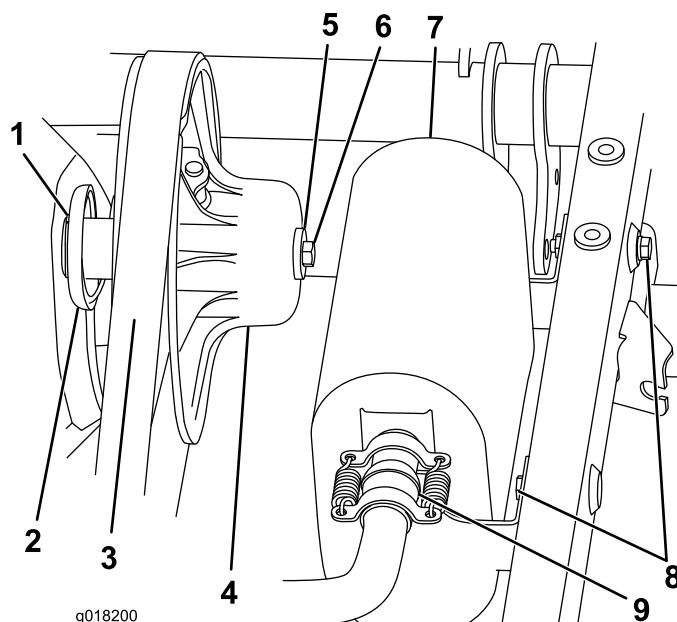

Figura 8
3. Desligue as duas molas que prendem a panela de escape ao sistema de exaustão, retire as duas fixações que prendem a panela de escape à estrutura e retire a panela de escape (Figura 8).
4. Retire a correia da embraiagem secundária (Figura 8).
5. Retire o parafuso e a anilha escalonada que prendem a embraiagem e empurre a embraiagem para fora da transmissão (Figura 8).